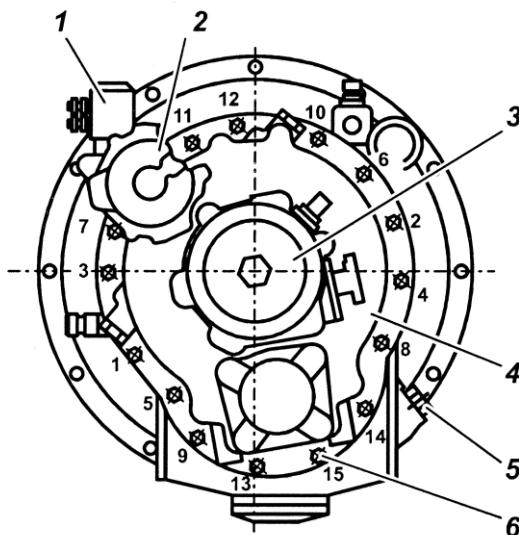

Рис. 103. Последовательность затяжки болтов крепления картера демультиплексора и размещение узлов:
Последовательность затяжки согласно рис. 103.
– Включить высший диапазон в демультиплексоре при вывернутом регулировочном болте поз. 6 (рис. 103), подав воздух под давлением от 784 до 833 кПа (8...8,5 кгс/см²) в пневмоцилиндр.